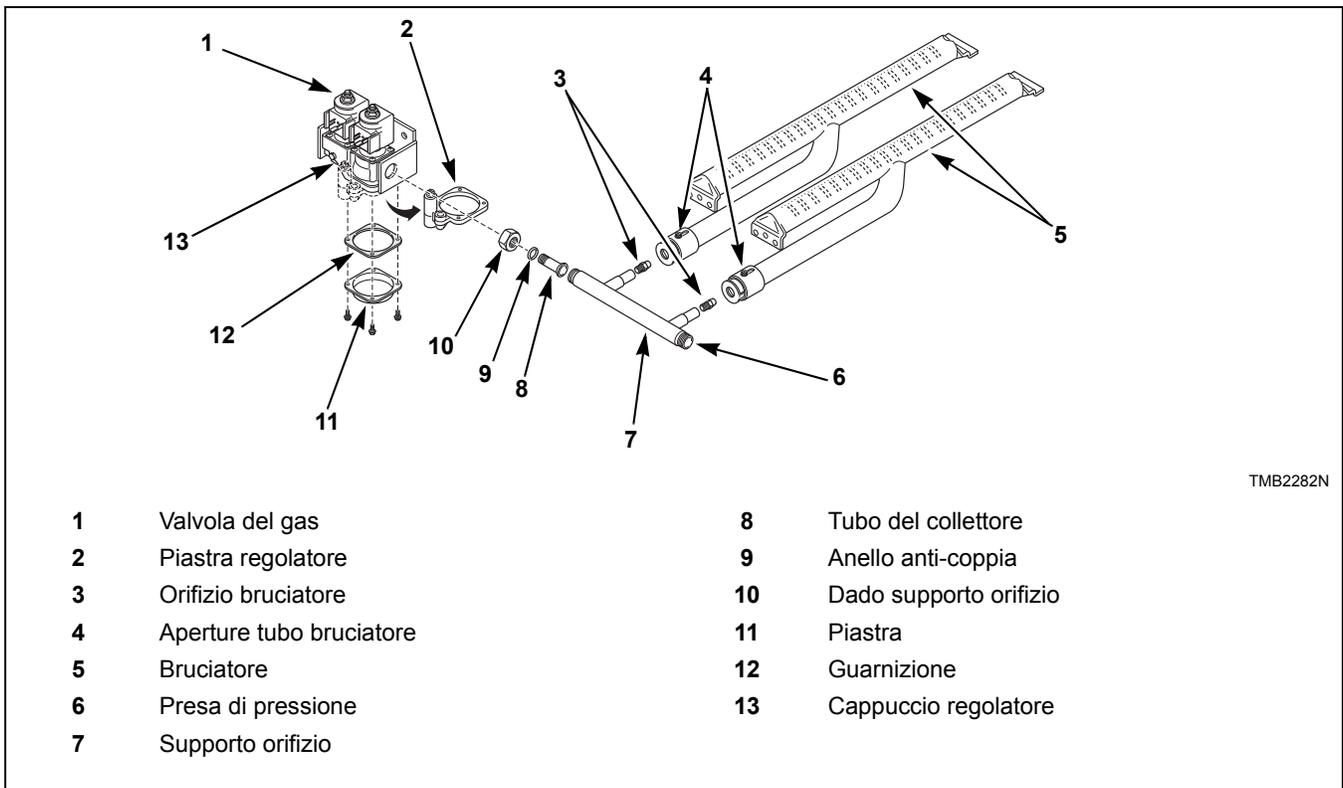

Figura 16
2. Rimuovere il supporto dell'orifizio. Svitare il dado del supporto dell'orifizio vicino alla valvola del gas. Rimuovere gli orifizi del bruciatore dal supporto. Consultare la *Figura 16*.
1. Controllare la pressione dell'orifizio del bruciatore a gas (collettore) come segue. Consultare la *Figura 16*.
4. Avviare l'asciugatrice e notare il valore della pressione quando si accende la fiamma. Rimuovere il cappuccio del regolatore e regolare la vite sino a quando la pressione dell'orifizio del bruciatore non ha raggiunto i valori indicati sulla tabella. Rimettere a posto il cappuccio del regolatore. Consultare la *Figura 16*.